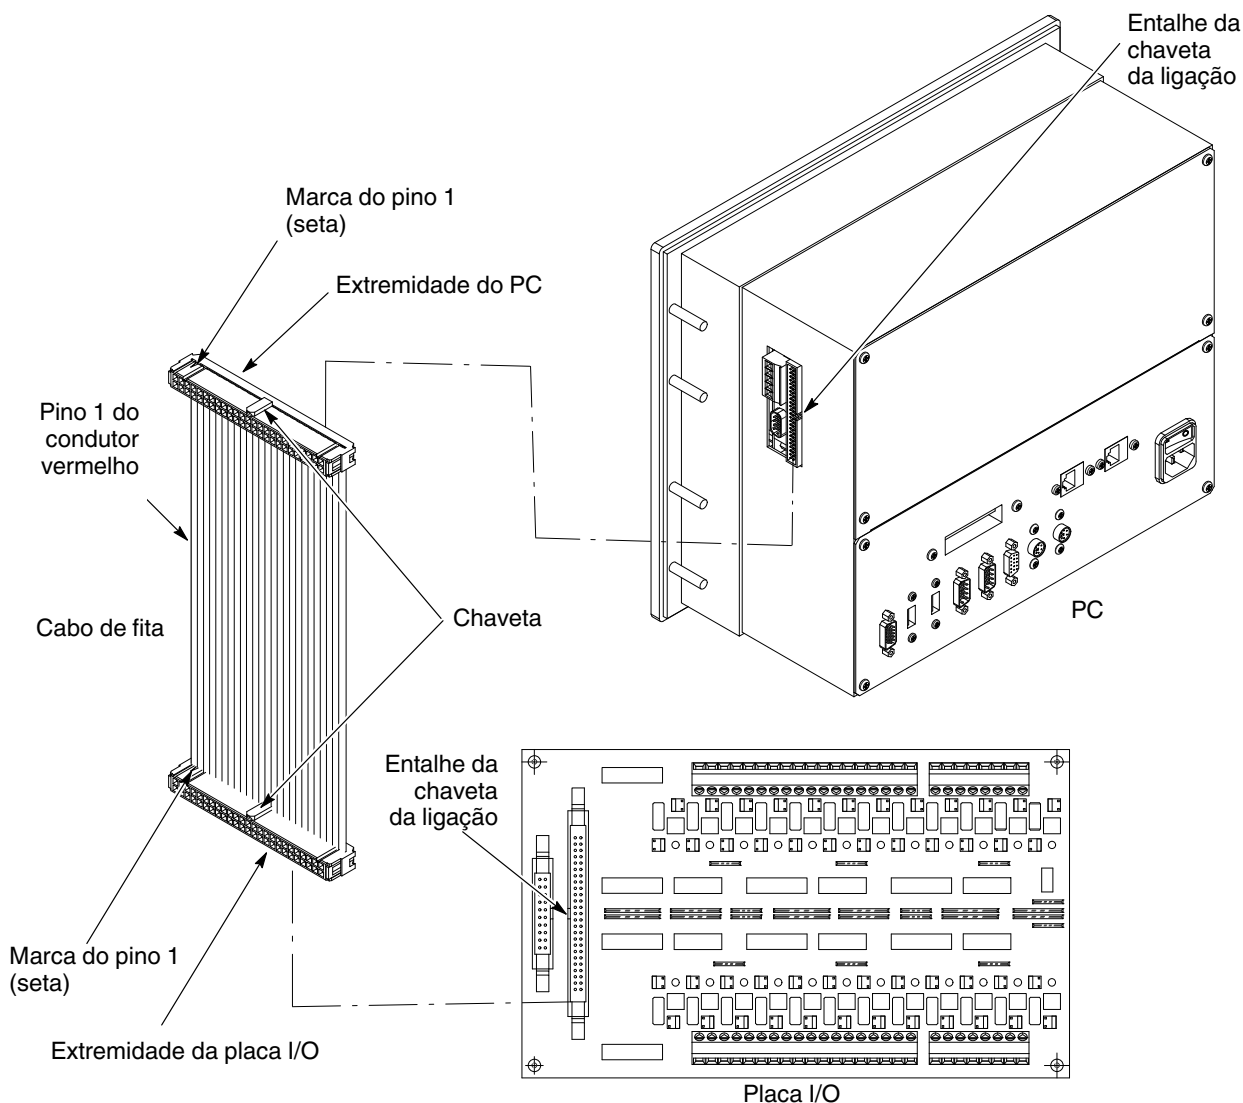

Figura 5-4 Ligações do cabo de fita da placa I/O do computador
3. Consulte a figura 5-4. Um cabo de fita novo é fornecido com o PC. Use-o para ligar o PC ao módulo digital de entrada.